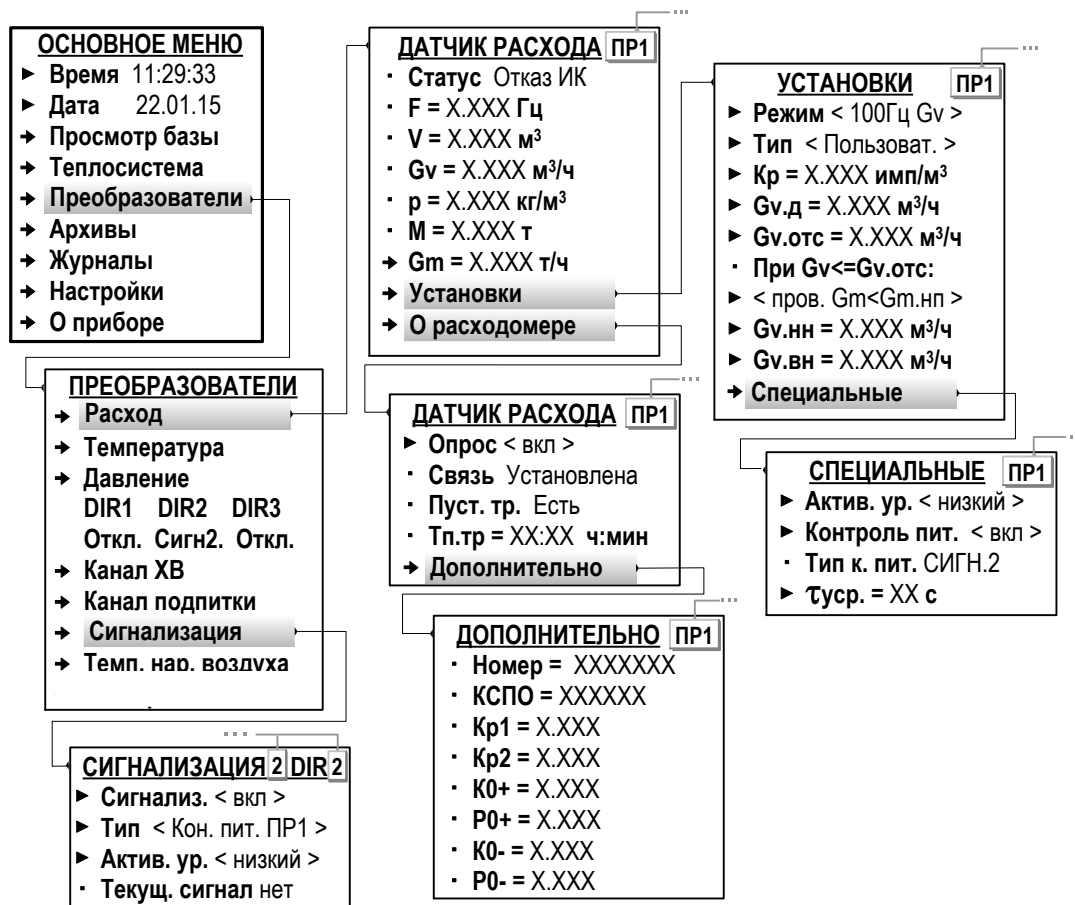

Рис.24. Вид меню установочных параметров ПР (режим СЕРВИС).
Отсутствие сигнала соответствующего уровня от ПР в течение  **$t_{пров}$**  определяются как **Отказ ИК** (Отказ измерительного канала – меню **Преобразователи / Расход** параметр **Статус**, рис.24).
Контроль питания расходомера также может быть назначен в меню **Преобразователи / Сигнализация** (рис.24). В этом случае в меню **Преобразователи / Расход / Установки / Специальные** будет индексироваться строка **Тип к. пит. СИГН.1(2,3)**.
7.5.2.4. Для ПР, физически подключенных к входу «RS485.ПРИБОР» и программно подключенных к ТВ по интерфейсу RS-485 (п.7.3.4.3) в меню **О расходомере** (рис.24) появляются дополнительные строки: